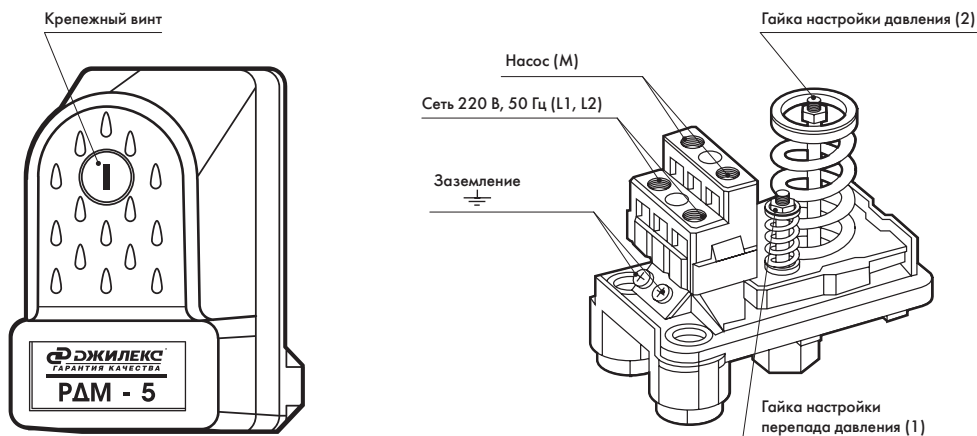

Рисунок 7
- отвинтить крепежный пластмассовый винт (рисунок 7), снять крышку реле. Давление РДМ-5 регулируется гайкой (2), фиксирующей положение пружины (рисунок 7).